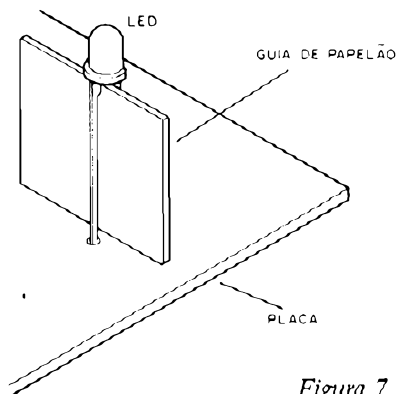

Figura 7
g) Temos agora uma operação algo crítica, que é a soldagem dos leds. Em primeiro lugar o leitor deve fazer uma guia de papelão para fixar a altura deste componente, conforme mostra a figura 7.